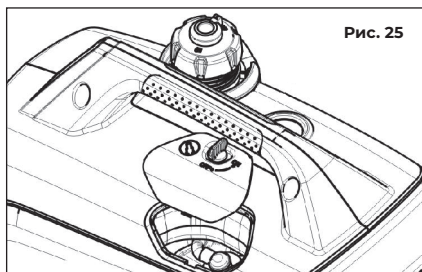

Рис. 25
1. Откройте крышку свечного отсека, рис. 25.